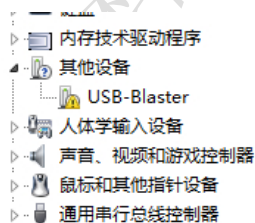

图 14
- ✧ 右键单击我的计算机, 选择属性, 在弹出窗口中选择设备管理器, 打开设备管理器窗口如图 14 所示, 存在一个带有叹号的 usb_blaster 的设备